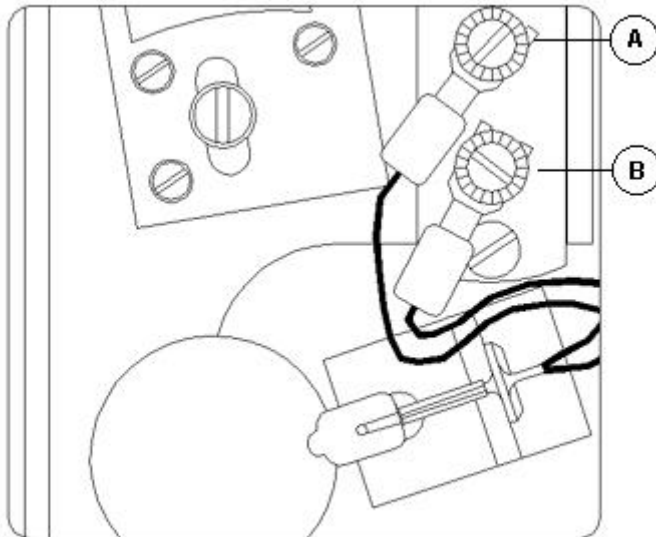

Fig. 04 - Troca da lâmpada
3. Com o auxílio da chave de fenda solte os fios da lâmpada a ser substituída dos terminais 'A' e 'B' (observe a fig. 04).